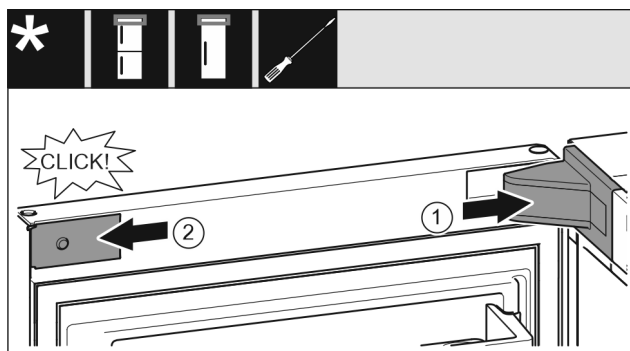

Fig. 64
- ▶ Nasaďte a zaklapněte kryt stojanu ložiska Fig. 64 (1), příp. opatrně přitlačte od sebe.
- ▶ Z boku nasaďte zásepku Fig. 64 (2) a zaklapněte.